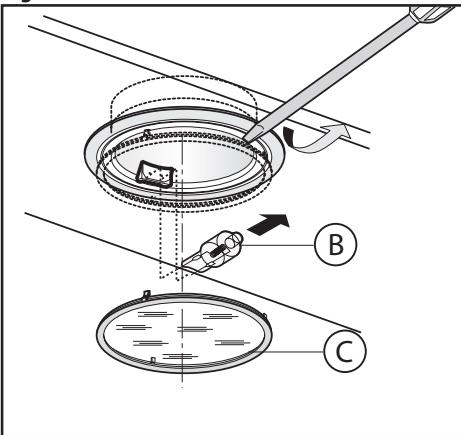

Fig.8
• **Austausch der Halogenlampen (Abb. 8).**